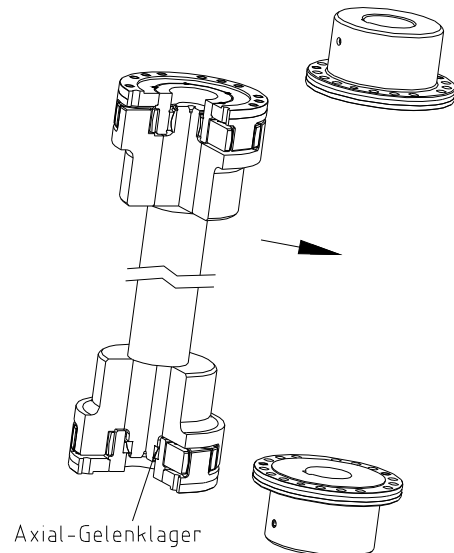

Bild 6:
- Setzen Sie die vormontierte Zwischenwelle zwischen die Kupplungsflansche (siehe Bild 6).